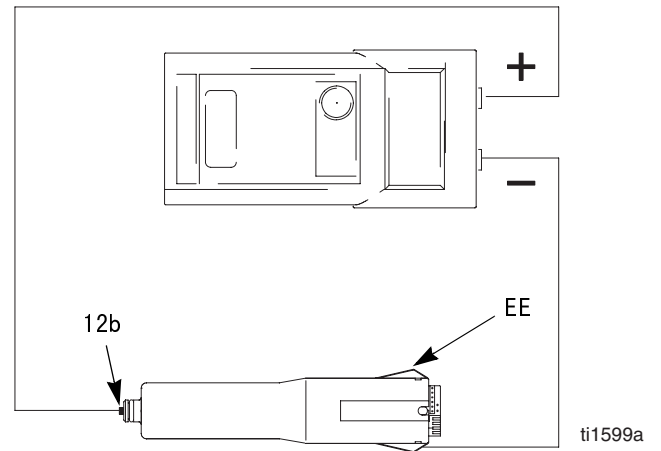

图 16. 测试供电电源的电阻
3. 测量从供电电源的接地片（EE）到弹簧（12b）的电阻。见图 16。